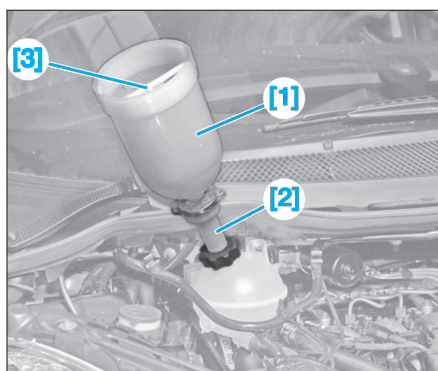

Fig. 19
- [1]. Cylindre de charge (réf : 4520-T) (Fig.19).
- [2]. Adaptateur pour cylindre de charge (réf : 4222-T) (Fig.19).
- [3]. Tige d'obturation pour cylindre de charge (réf : 4370-T) (Fig.19).
- Mettre en place les outils [1], [2] et [3] (Fig.19).
- Verser lentement le liquide de refroidissement, jusqu'à ce qu'il s'écoule par les vis de purge (3).